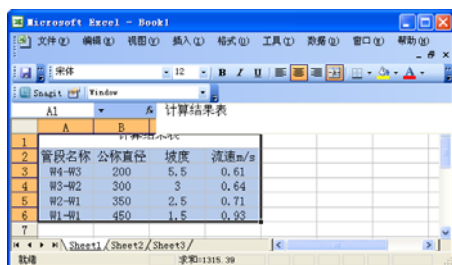

图 9-119 打开读入 Excel 素材
① 按 Ctrl+O 组合键，打开配套光盘提供的“第 9 章/ 9.3.18 读入 Excel.dwg”素材文件，结果如图 9-119 所示。